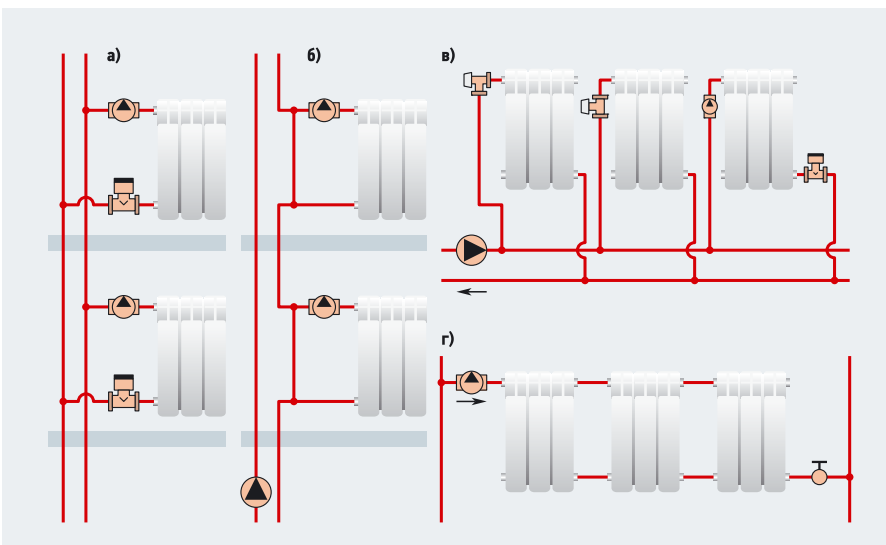

Рис. 6. Схемы систем водяного отопления с радиаторами (а — двухтрубная вертикальная, б — однотрубная вертикальная, в и г — горизонтальные)
□ рекомендации [10] к алюминиевым литым секционным радиаторам Sahara Plus (итальянской группы Fondital) определяют схемы подключения, показанные на рис. 6.